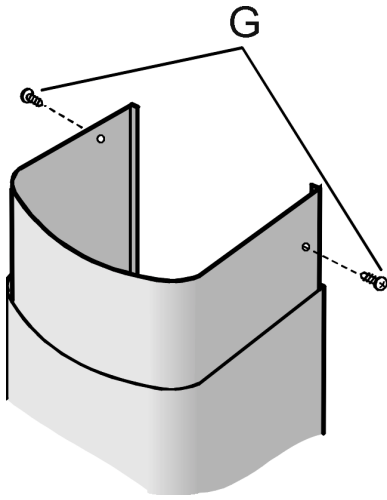

fig. 18
9. Positionnez les cheminées assemblées sur la hotte. La cheminée supérieure doit être positionnée face au déflecteur et fixez-la à l'aide des 2 vis (G) (fig. 18).
7. Fixez la cheminée à l'aide des 2 vis (G) (fig. 18).